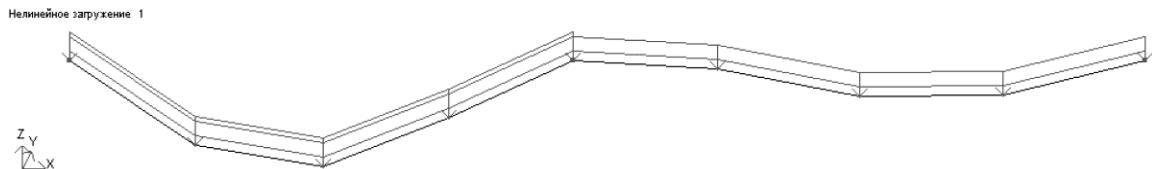

Рис.7.24. Расчетная схема балки с учетом перемещений узлов
- В режиме просмотра результатов расчета по умолчанию расчетная схема отображается с учетом перемещений узлов (рис.7.24). Для отображения схемы без учета перемещений узлов выполните пункт меню **Схема ⇒ Исходная схема** (кнопка  на панели инструментов).